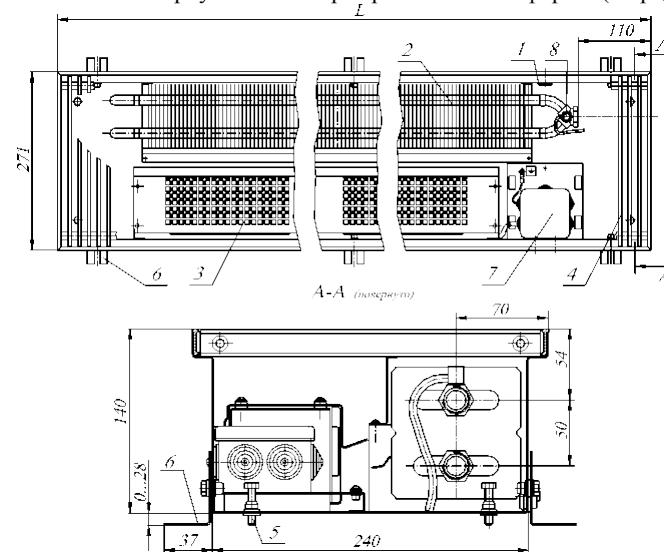

Рис.1 Конвектор KBK 27.14.060...300-БК (ВТ)-П
Конвекторы имеют (см. рис.1, 3):
4.2 Размeры и технические характеристики приборов представлены на Рис.1, 2, 3, 4 и